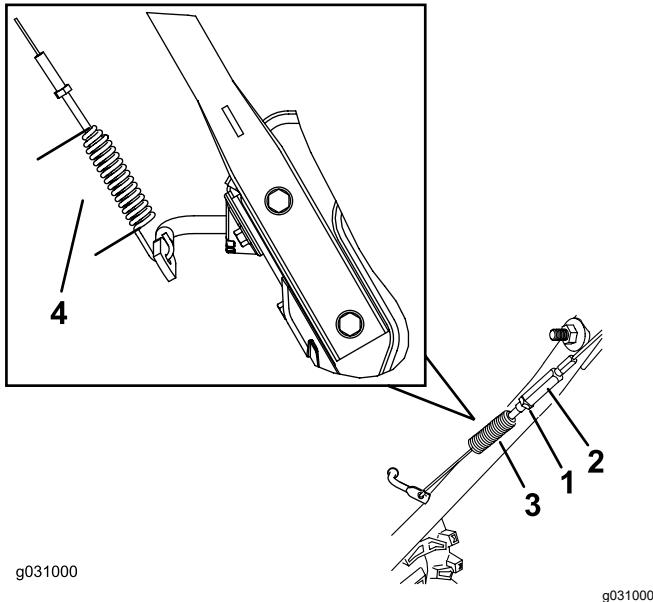

Figure 32
- Desserrez ou serrez le tendeur pour régler la longueur du ressort à 7 cm (2 $\frac{3}{4}$  po), comme montré à la Figure 32.
- Serrez l'écrou de blocage (Figure 32) en vérifiant que le câble est légèrement tendu.